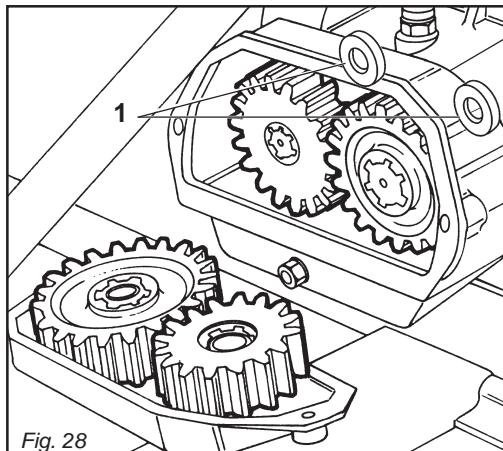

Fig. 28
La macchina è equipaggiata di cambio di velocità (Fig. 28), con una coppia di ingranaggi.
Machine are equipped with a gearshift (Fig. 28), with one pair of gears.
Les machines sont équipées d'une boîte de vitesses (Fig. 28), avec un couple d'engrenages.
Die Maschine sind mit Wechselgetriebe (Abb. 28), mit einem Räderpaar ausgestattet. Dadurch ist es möglich, mehrere Rotordrehgeschwindigkeiten zu erhalten, um damit den Anforderungen des Bedieners zu entsprechen.
Las máquinas están equipadas de cambio de velocidad (Fig. 28), mediante un par de engranajes.
- Fare attenzione durante l'operazione a non far cadere i distanziali (1 Fig. 28), all'interno della scatola cambio.
- La caduta dei distanziali (1 Fig. 28), all'interno della scatola cambio può causare la rottura degli ingranaggi.
- While changing gears pay attention that the spacers (1 Fig. 28) fitted behind the gears do not fall in the gearbox.
- The falling of the spaces (1 Fig. 28) inside the gearbox can cause the braking of the gears.
- Au changement des pignons faire attention que les entretoises (1 Fig. 28) montées derrières les pignons ne tombent pas dans le boîtier.
- La chute des entretoises (1 Fig. 28) à l'intérieur de la boîte de vitesses, peut causer la rupture des pignons.
- Während sie das Getriebe verändern, bitte passen sie auf, dass die Distanzialsstücke (1 Abb. 28) hinten den Zahnrädern nicht in das Getriebe fallen.
- Der Verfall der Distanzialsstücke (1 Abb. 28) kann der Bruch der Zahnräder.